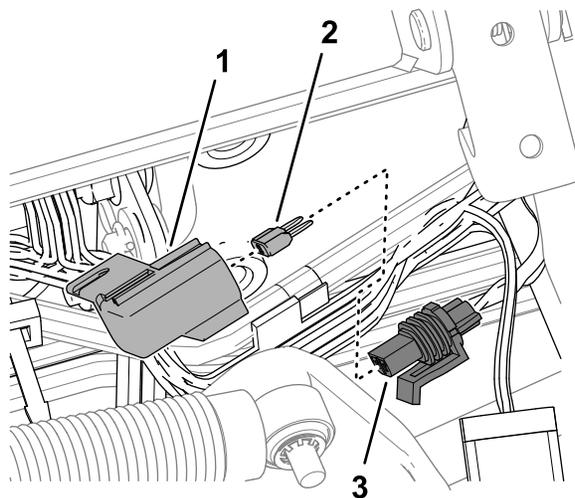

图 98
3. 从标有 10 A 保险丝远程信息处理电源的串联保险丝座上拆下盖子 图 98。